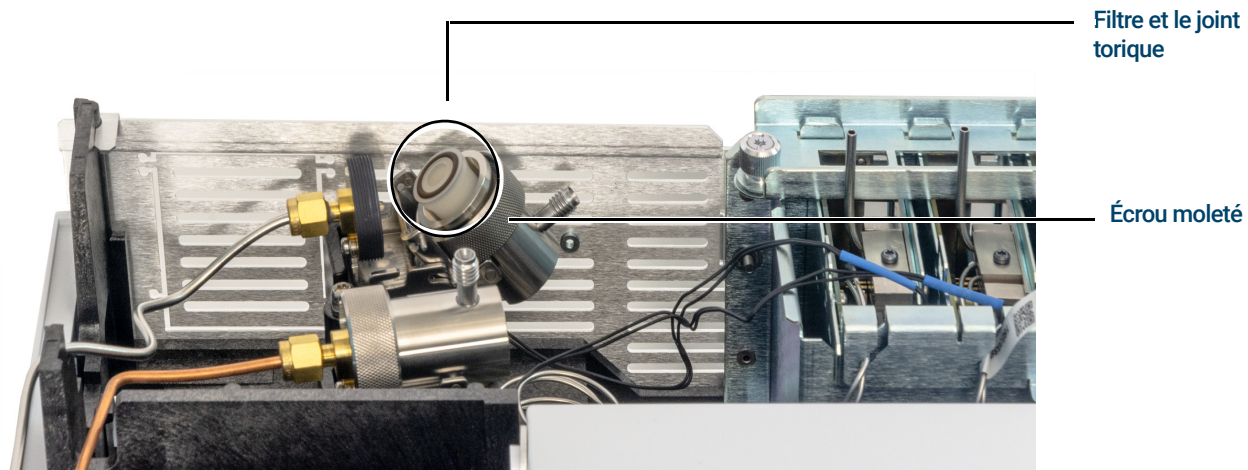

Figure 35. Faire glisser l'ensemble du piège pour exposer le filtre
- 5 Faites sortir l'ensemble du piège du support de montage guidé et inclinez vers le haut pour exposer le filtre comme indiqué à la **Figure 35**.